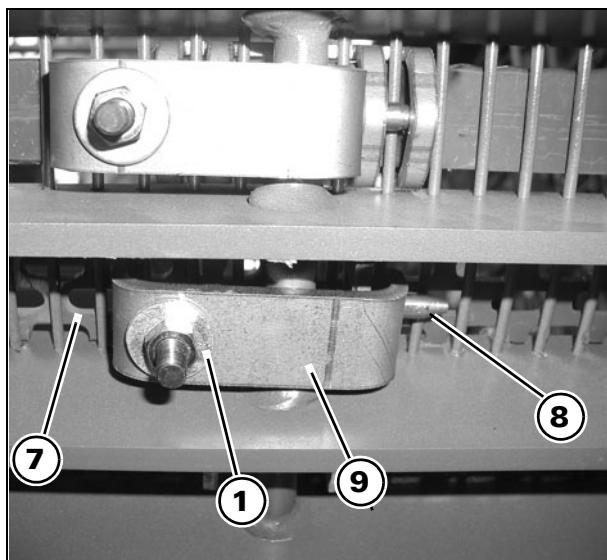
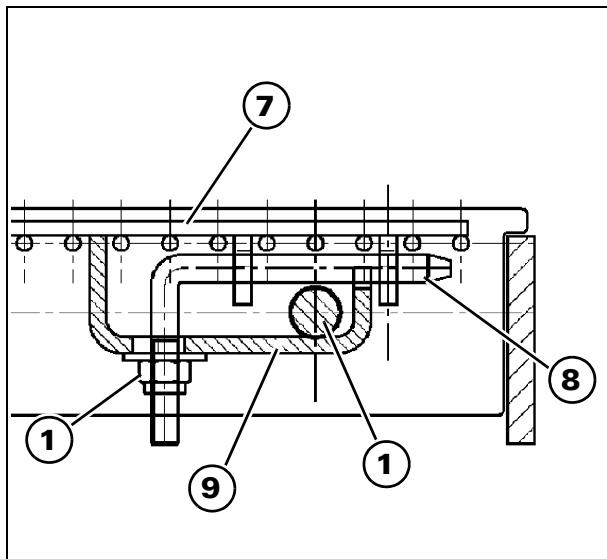

Рис. 34
Рис. 35
- 1.) Убедитесь, что фиксаторы легко входят в отверстия заполняющей вставки (7).
- 3.) Вставьте ребра вставки между прутками подбарабанья (см. Рис. 35).
- 4.) Вставьте фиксаторы (8) (свободные концы должны находиться в вертикальном положении).
- 5.) Установите стопорные элементы (9).
- 6.) Полнотью затяните гайки (10).
- 7.) Повторите процедуру крепления вставок (7) для всех прутков подбарабанья (11).
**ПРИМЕЧАНИЕ:** Процедура крепления заполняющих вставок на универсальном подбарабанье аналогична процедуре, описанной ранее для стандартного подбарабанья (см. верхнюю часть Рис. 34).